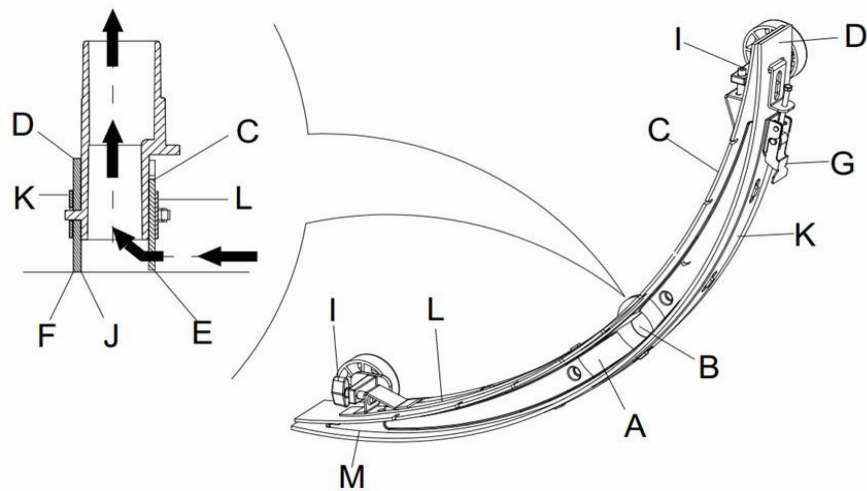

Abbildung 15
2. Drücken Sie den Netzschalter (41) auf die "O"-Position und schalten Sie das Gerät aus.
3. Lösen Sie die Feststellknöpfe (16) des Abstreifers; entfernen Sie den Anschluss für die Verbindung des Schmutzwasser-Vakuumsrohrs zum Abstreifer, und entfernen Sie den Abstreifer.
4. Verwenden Sie den Hebegriff des Abstreifers (14), um den Tragrahmen des Abstreifers anzuheben.
5. Reinigen Sie den Abstreifer (**Abbildung 15**). Reinigen Sie insbesondere die Nut (**A, Abbildung 15**), und entfernen Sie Schmutz und Fragmente aus dem Vakuum-Rohr. Prüfen Sie, ob das vordere Abstreiferband (C) und das hintere Abstreiferband (D) intakt sind, und ob es gebrochenen Kanten und Risse gibt. Tauschen Sie sie, falls erforderlich, aus (siehe Schritte im folgenden Abschnitt).
1. Folgen Sie den Anweisungen, die im Abschnitt Reinigen des Abstreifers aufgeführt sind (**Abbildung 15**).
2. Überprüfen Sie die Kante (**E, Abbildung 15**) des vorderen Abstreiferbands und die Kante (F) des hinteren Abstreiferbands (D). Sie sollten über die gesamte Länge auf der gleichen Ebene liegen. Passen Sie sonst ihre Höhen durch folgende Vorgehensweise an.
- Lösen Sie die Klammer (G), um das hintere Abstreiferband (D) von der Halterung (M) zu lösen, um die Position des Abstreifers anzupassen. Arretieren Sie nach der Einstellung die Klammer wieder.
- Lösen Sie die Schraube am Griff (I), um das vordere Abstreiferband anzupassen (C); ziehen Sie die Griffschraube nach der Einstellung wieder fest.
3. Prüfen Sie, ob das vordere Abstreiferband (C) und das hintere Abstreiferband (D) intakt sind, und ob es gebrochenen Kanten und Risse gibt. Falls erforderlich, wechseln Sie sie in der folgenden Art und Weise aus. Überprüfen Sie die vordere Kante des hinteren Abstreiferbands (J), ob es abgenutzt ist. Wenn es abgenutzt ist, kann es anders herum installiert werden (die Oberkante muss intakt sein). Wenn die obere Kante ebenfalls abgenutzt ist, wechseln Sie das Band wie folgt aus:
- Öffnen Sie die Klammer (G), um das Druckblatt von der Halterung (M) zu lösen, entfernen Sie die Klammerschiene (K), und wechseln Sie dann das hintere Abstreiferband (D) aus oder drehen Sie es anders herum. Installieren Sie das hintere Abstreiferband in der umgekehrten Reihenfolge.
- Lösen Sie die Griffschraube (I) und entfernen Sie die Frontklammerschiene (L), und wechseln Sie dann den vorderen Abstreifer (C). Installieren Sie das vordere Abstreiferband in der umgekehrten Reihenfolge. Passen Sie das Niveau des hinteren und vorderen Abstreiferbands nach Austausch des Abstreiferbands (oder der umgekehrten Installation) an, indem Sie den oben beschriebenen Schritten folgen.
4. Verbinden Sie das Vakuum-Rohr (11) mit dem Abstreifer.
5. Installieren Sie den Abstreifer und verwenden Sie den Knopf (16), um ihn festzuziehen, und dann schließen Sie das Vakuum-Rohr an den Abstreifer an.
6. Falls nötig, stellen Sie den Abstreifer durch das Einstellrad (20) ein (siehe Verfahren zum Einstellen der Abstreiferposition).